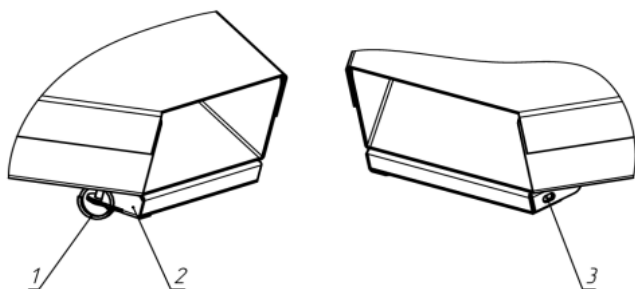

Рисунок 2 - Магнит
Для выемки магнита из коробки сепаратора необходимо (рис.2) снять кольцевой шплинт (1), повернуть в сторону защелку (2), вставить отвертку в противоположное отверстие (3) и нажатием вынуть магнит